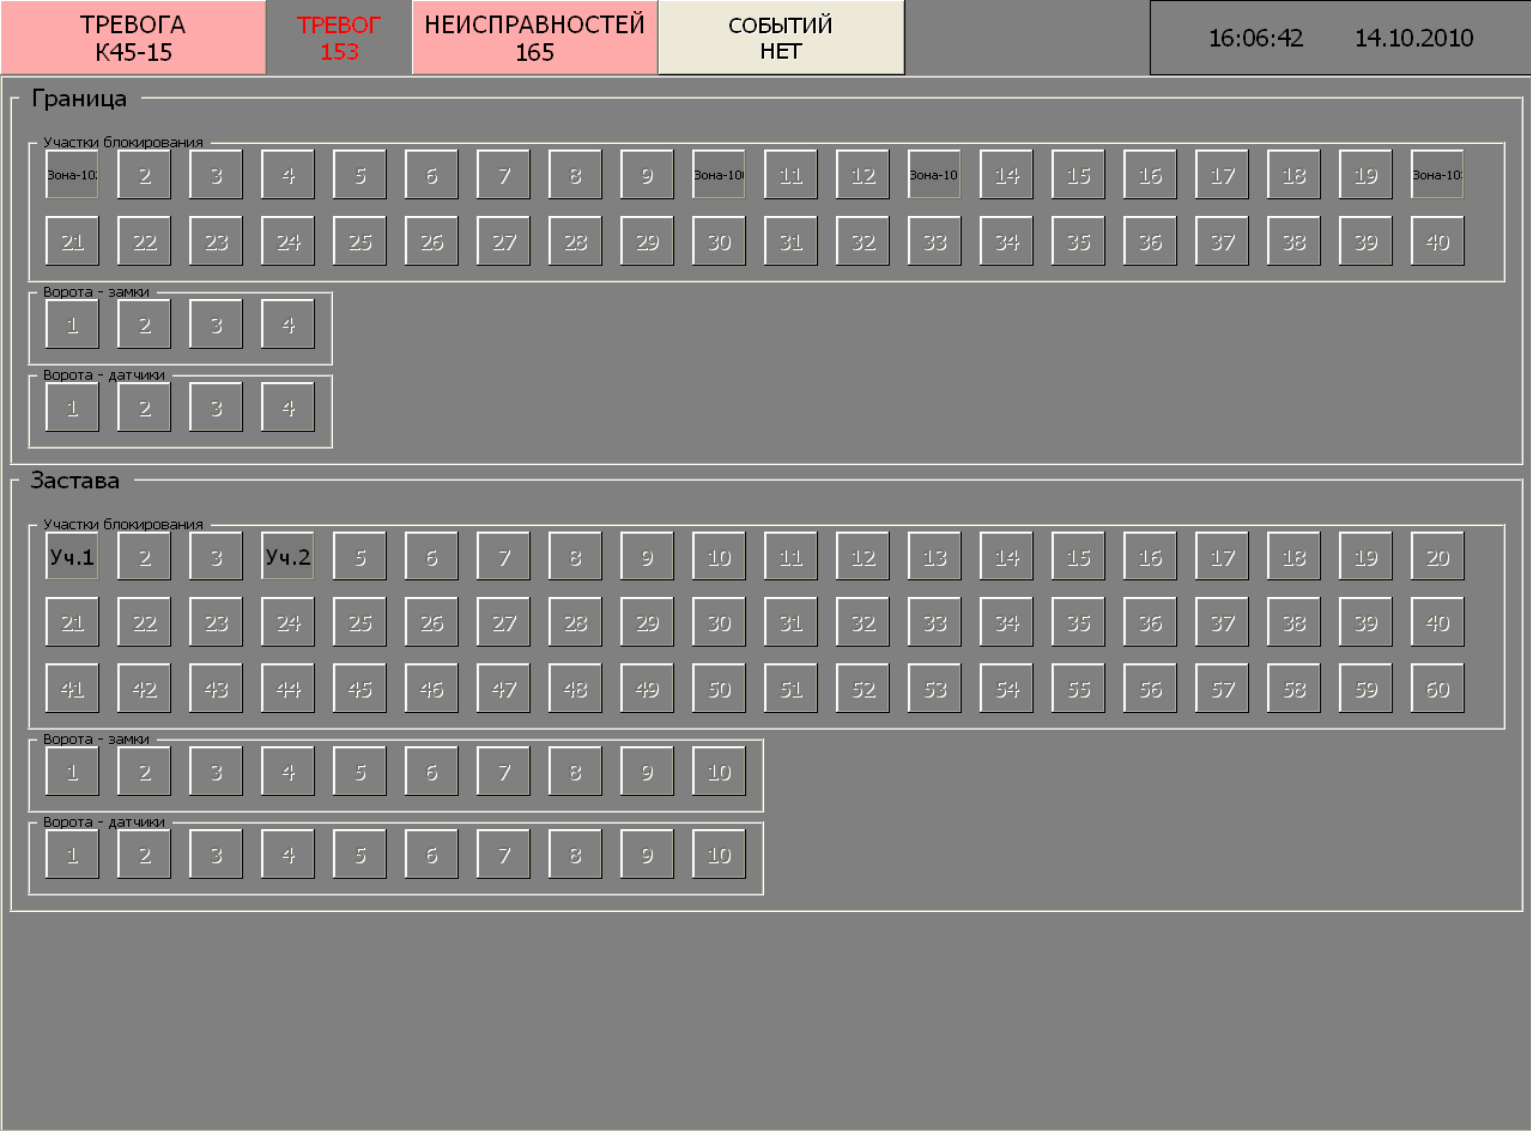

Рисунок 2.2
2.3.1 ТИ работает без участия оператора и запускается автоматически при запуске изделия КС БПР, при этом на экране (рисунок 2.2) отображается состояния всех участков границы и помещений заставы, а также ворот.